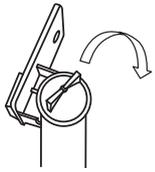

Figura 25.
1. Ubica la perilla de ajuste del soporte para el Panel solar. Gírala en sentido de las manecillas del reloj para poder posicionar adecuadamente el Panel (ver Figura 25).